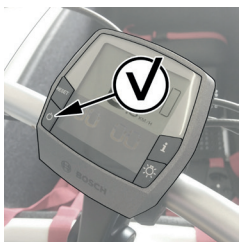

Abbildung 21 : Ein- und Ausschalten des Displays
- b. Schalten Sie das Display ein (siehe Abbildung 21).
- Schalten Sie das Display aus (siehe Abbildung 21).